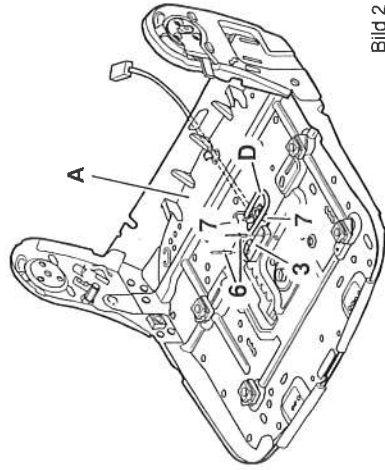

Bild 2
- 8 Falls weiterer Verlauf von Kabel (D) zwischen Sitzplatte (A) und Sitzfederung **; (Bild 2 und 3) Stellen kennzeichnen, an denen das Kabel (D) mit Kabelbinder (7) an Sitzplatte (A) und Oberteil der Sitzfederung befestigt ist, und Kabelbinder (7) entfernen. Kabel (D) durch die Bohrung (Pfeil) der Sitzplatte (A) nach oben herausziehen und Sitzschalter (3) abnehmen.